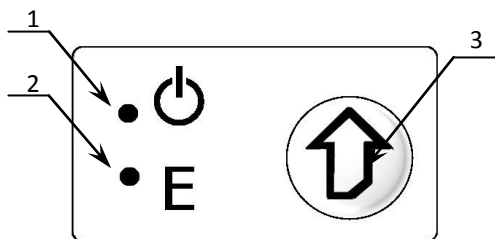

Рисунок 2. Панель управления
6. Панель управления (смотрите рисунок 2).